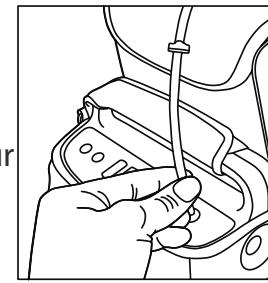

Figure 3
7. Raccordez la tubulure de l'ensemble du flacon de l'humidificateur au connecteur de la sortie d'oxygène sur le concentrateur d'oxygène portable (voir la Figure 3).